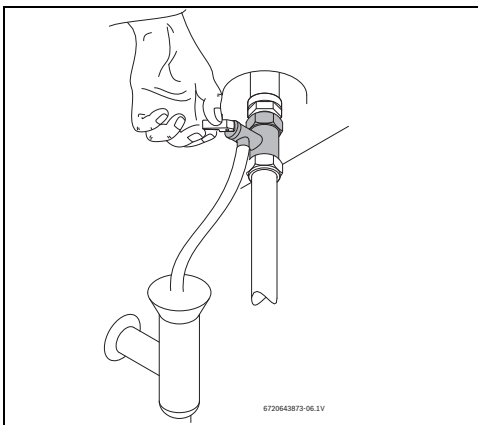

Fig. 12 Acionamento manual da válvula de segurança
- Abrir a válvula de segurança (Fig. 12).
- ▶ Abrir manualmente a válvula de segurança pelo menos uma vez por mês (Fig. 12).